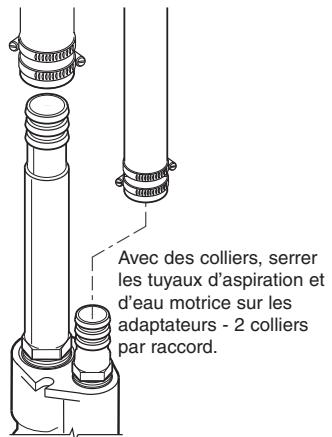

Figure 8
- À l'aide de colliers, serrer les tuyaux en plastique sur les adaptateurs (voir la Figure 8); utiliser deux colliers par raccord. Serrer fermement les colliers en orientant leur vis de chaque côté du tuyau, comme il est illustré.